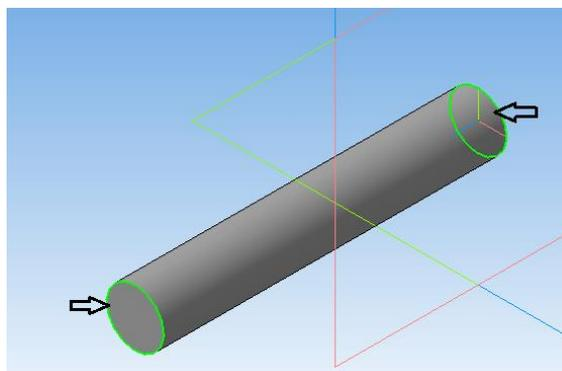

Рисунок 55.
4. Удерживая клавишу «**Ctrl**» выберите 2 кромки штифта (рисунок 55).